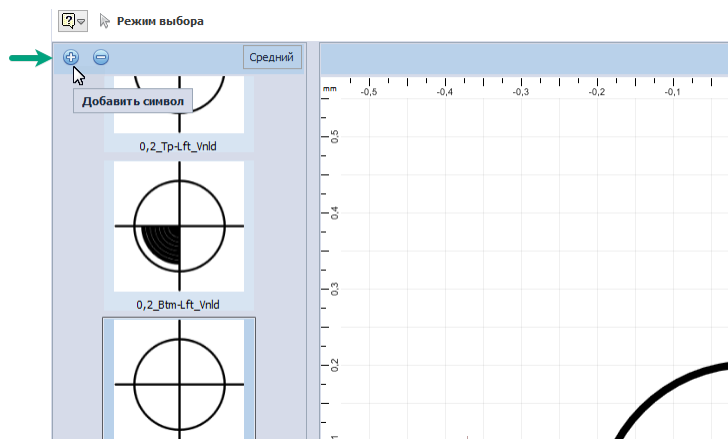

Рис. 354 Создание символа
- нажмите кнопку , расположенную над общим списком системных символов, Рис. 354.